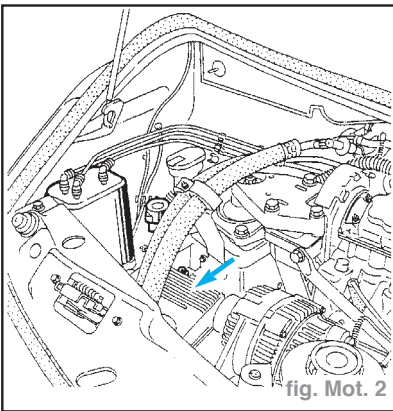

fig. Mot. 2
- Débrancher le calculateur d'injection après l'avoir déposé du longeron (fig. Mot. 2).